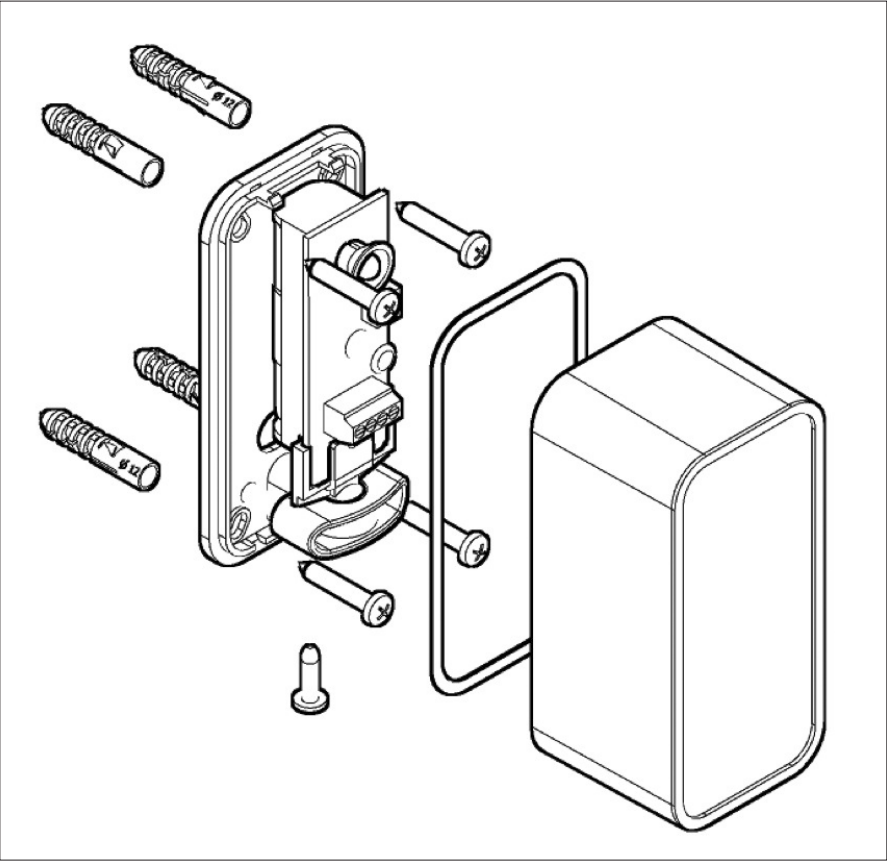

FIG. 2
- Per orientare la fotocellula svitare le vite nella parte inferiore e ruotare la scheda fino a mettere in comunicazione le due fotocellule (FIG 2).